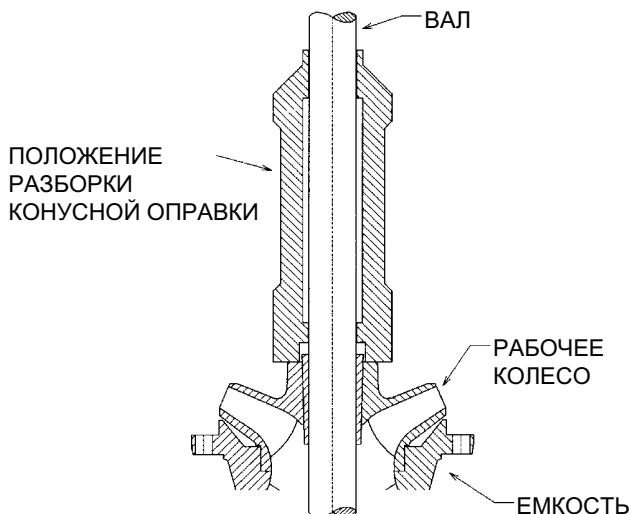

Рисунок 20
- Вытянуть вал как можно дальше и выбивать ступицу рабочего колеса конусной оправкой или аналогичным инструментом до тех пор, пока рабочее колесо не сойдет с конуса (см. рисунок 20).